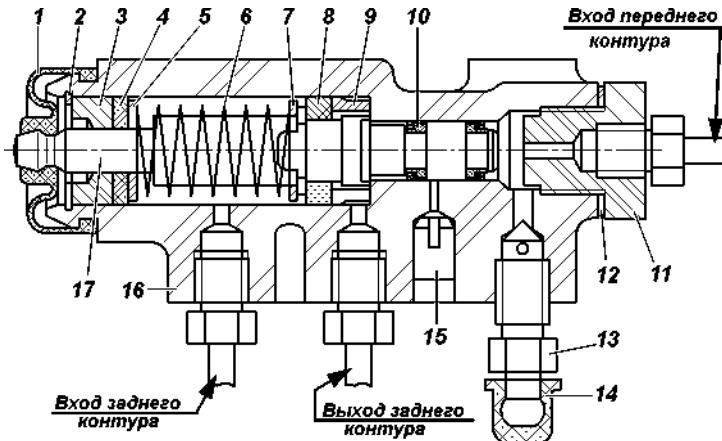
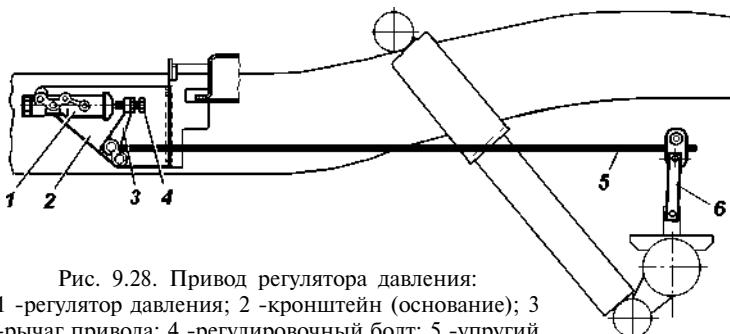

Рис. 9.27. Регулятор давления:
Рис. 9.28. Привод регулятора давления:
Регулятор давления (рис. 9.27). При обслуживании проверяйте работоспособность регулятора давления. Очищайте регулятор от грязи и проверяйте надежность его крепления. Внешним осмотром убедитесь, что регулятор и детали его привода не имеют повреждений, отсутствуют подтекания тормозной жидкости и люфты в соединении стойки с упругим рычагом и кронштейном на заднем мосту.
В процессе эксплуатации и при замене задних рессор необходимо регулировать усилие упругого рычага 5 (рис. 9.28) на поршень регулятора. Регулировку производить в следующей последовательности:
3. Завернуть болт 4 (см. рис. 9.28) до соприкосновения его с хвостовиком поршня 17 (см. рис. 9.27) регулятора, довернув регулировочный болт на $1\dots 1\frac{1}{3}$ оборот (6-8 граней головки болта).
5. Проверить правильность регулировки при движении автомобиля. Для этого, двигаясь по прямому горизонтальному участку дороги с сухим асфальтовым покрытием, затормозить автомобиль до блокировки колес. При исправном регуляторе и правильно выполненной регулировке привода должно быть некоторое опережение блокировки передних колес относительно задних. В случае опережающей блокировки задних колес дополнительно отвернуть болт 4 (см. рис. 9.28) на 1-2 грани головки болта и повторить проверку при движении автомобиля.